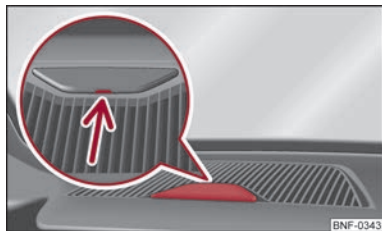

Fig. 69 Afdækning til åbningen til navigationssystemets holder
- Stik en skruetrækker ind i udskæringen ⇒ Fig. 69, der er markeret med en pil, og klap forsigtigt afdækningen op.